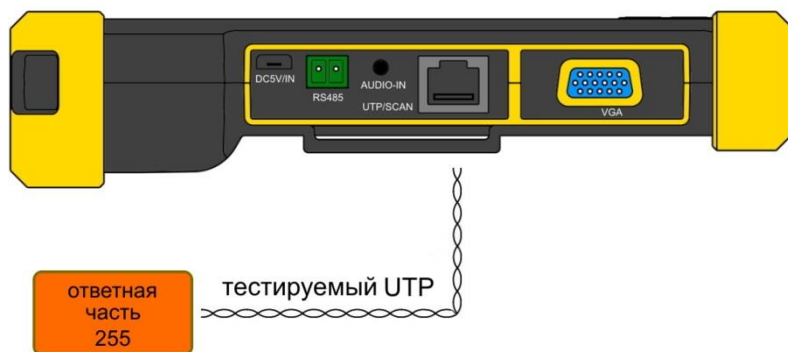

Рис.15 Подключение тестируемого кабеля
2. Подключите ответную часть 255 из комплекта поставки к другому концу кабеля (Рис.15);